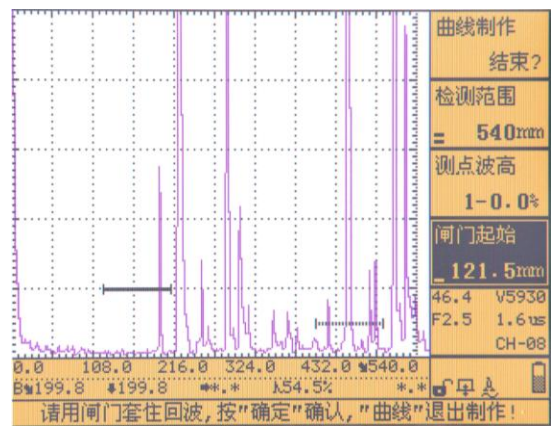

图 6.34
- 3、按【F1】选择“AVG”主菜单，按【向上】或【向下】键，选择“曲线制作”子菜单，单击【确认】键或单击飞轮，开始 AVG 制作，“曲线制作”子菜单中的“开始”变为“结束？”，仪器自动选择“闸门起始”子菜单，且“测点波高”由“1-*. ”变为“1-0.0%”。如图 6.34 所示。